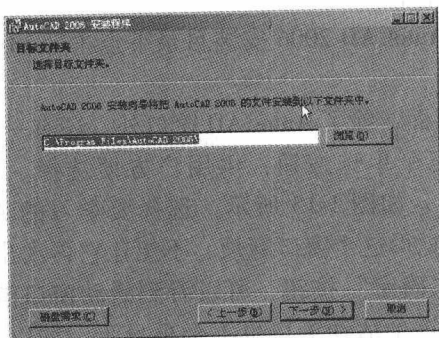

图 1-9 指定安装路径
9) 选择 AutoCAD 2006 装入的子目录(见图 1-9)。安装向导提供了默认的安装目录,可以单击“浏览”按钮更换目录,也可以在文本框中直接输入目录路径。如果接受默认的安装目录,则直接单击“下一步”按钮继续。